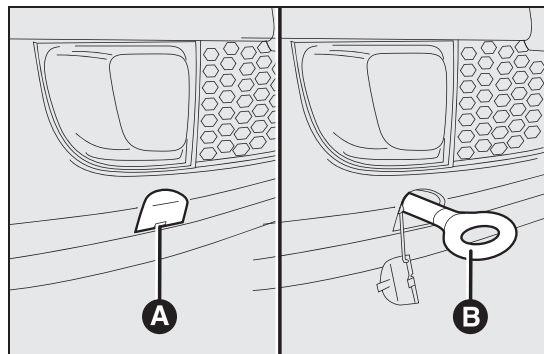

fig. 129
- ☐ verwijder de dop A fig. 129